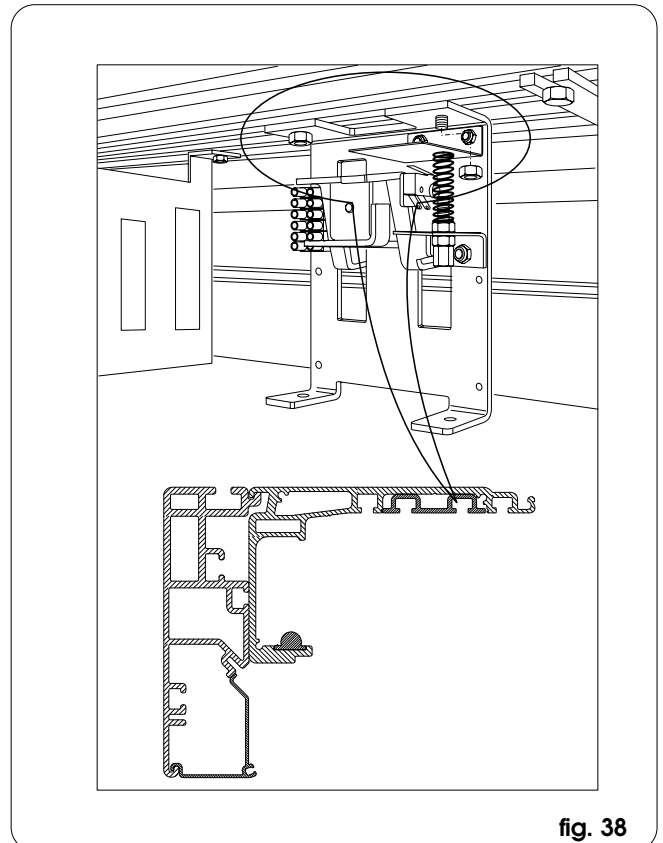

fig. 38
- Le verrou est monté au centre de la poutre à la place de la patte centrale et est bloqué par les vis présentes dans le module d'actionnement (fig. 38).